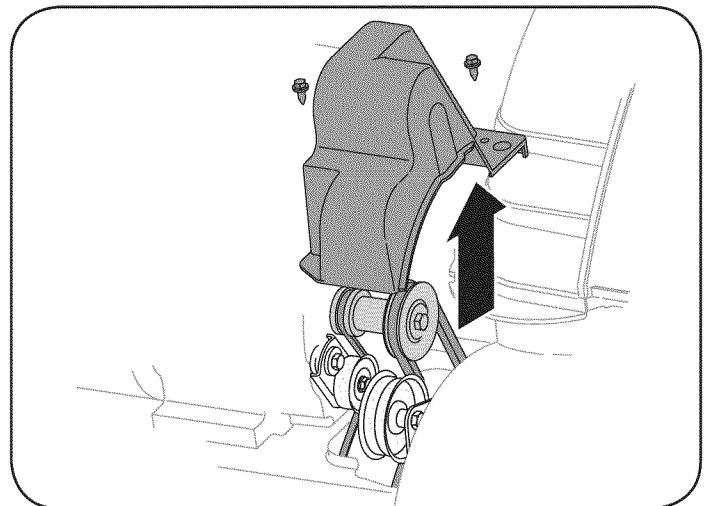

Figura 27
2. Saque la cubierta plástica de la correa ubicada en el frente del motor. Para ello saque los dos tornillos autorroscantes. Vea la figura 27.